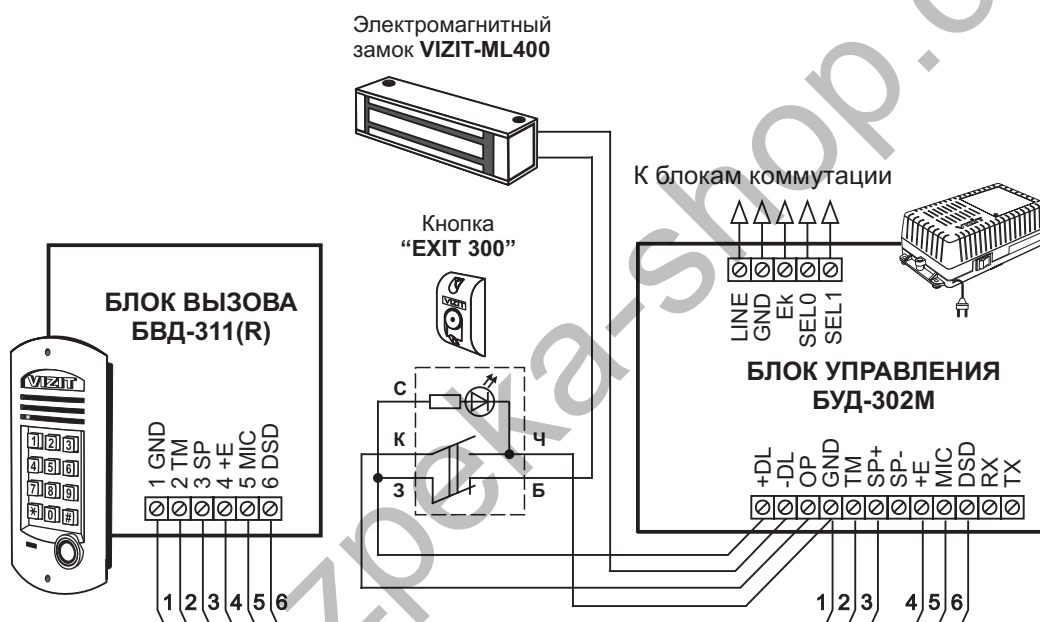

Рисунок 4 - Схема соединений блока управления БУД-302М с блоком вызова БВД-311(R), электромагнитным замком VIZIT-ML400 и кнопкой "EXIT 300"
* Для устойчивой работы считывателя ключей блоков вызова суммарная ёмкость между цепью **ТМ** (при её наличии в блоке вызова) и остальными проводами в кабеле, соединяющем БВД и БУД, не должна превышать 1500 пФ (см. рисунок 4). При наличии повышенного уровня радиопомех целесообразно использовать витую пару.